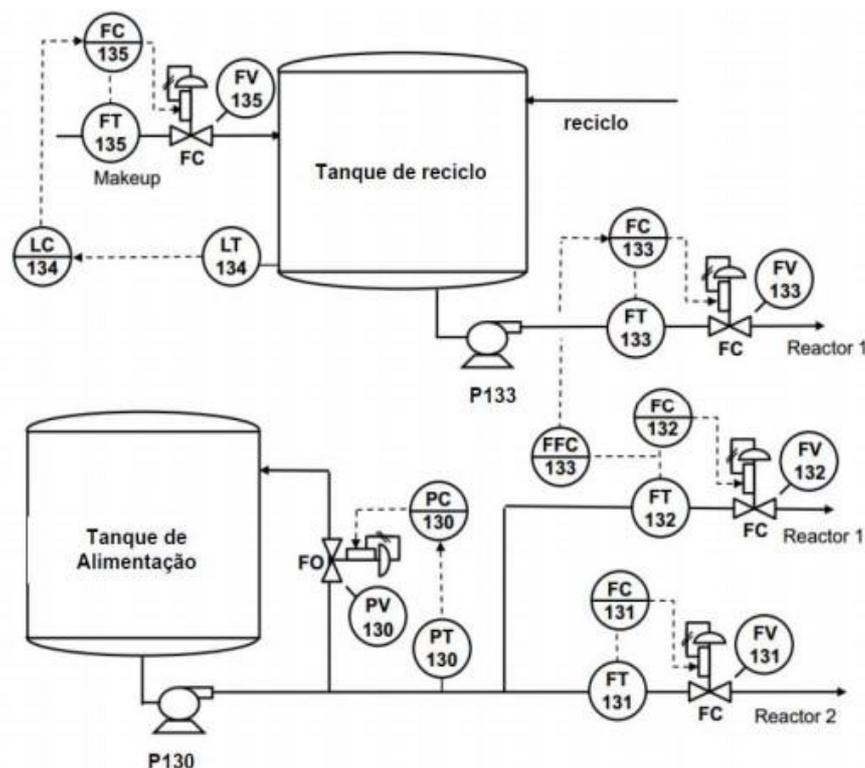

Figura 1
- 1) No diagrama PNI da Figura 1, identifique todos os instrumentos na Tabela 1.